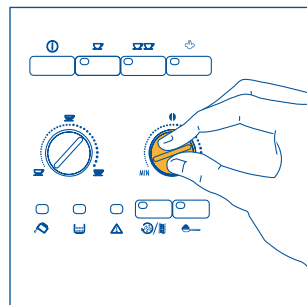
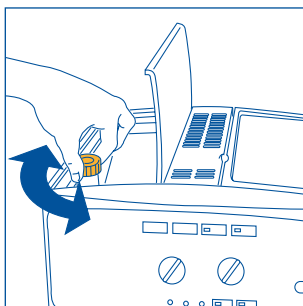

Рис. 7
Рис. 17
2) Поверните правую ручку, рис. 7, для установки необходимого количества молотого кофе. Чем больше вы поворачиваете ручку по часовой стрелке, тем большее количество зерен кофе будет помолото и тем крепче будет приготовленный кофе. При первом использовании необходимо путем проб приготовить несколько чашек кофе, чтобы определить правильное положение ручки. Будьте внимательны и не поворачивайте ручку по часовой стрелке слишком сильно, так есть вероятность получить слишком медленное вытекание готового кофе (каплями), особенно, если вы готовите две чашки кофе.
Примечание 1: Если кофе выходит каплями или не выливается весь, необходимо повернуть ручку регулировки помола, рис. 17 на один щелчок по часовой стрелке, см. пар.6. Поворачивайте ручку постепенно на один щелчок до получения удовлетворительной подачи кофе.
ПРИМЕЧАНИЕ 2: если кофе выливается слишком быстро и пенка на кофе неудовлетворительная, поверните немного по часовой стрелке правую ручку, рис. 7. Путем проб приготовьте несколько чашек кофе, чтобы определить правильное положение ручки. Будьте внимательны и не поворачивайте ручку по часовой стрелке слишком сильно, так есть вероятность получить слишком медленное вытекание готового кофе (каплями), особенно, если вы готовите две чашки кофе. Если посл нескольких чашек кофе не удается добиться удовлетворительной пенки, поверните так же ручку регулировки помола, рис. 17, против часовой стрелки на один щелчок (см. пар. 6).
ПРИМЕЧАНИЕ 8: со временем при износе кофемолки кофе будет вытекать слишком быстро и не будет иметь пенки, так как помол станет крупнее. Для решения этой проблемы необходимо отрегулировать степень помола кофеварки, повернув ручку регулировки степени помола, рис. 17, против часовой стрелки на один щелчок (как описано в гл. 6).
Кофемолка не должна подвергаться регулировке (по крайней мере вначале), так как уже отрегулирована на заводе для обеспечения правильной подачи кофе. Тем не менее, если после первых чашек кофе выливание кофе будет слишком быстрым или медленным (каплями), необходимо произвести коррекцию при помощи ручки степени помола кофе, рис. 17. После поворота ручки по часовой стрелке на один щелчок (равный одной цифре), кофе выливается из кофеварки быстрее (не капая).